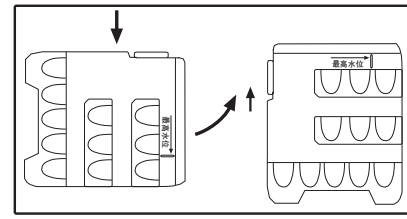

图2
- 打开冰盒盖, 将冰盒按图2所示放置, 往冰盒里注水, 注意水位不要超过“最高水位”标志, 注意: 过量的注水会导致取冰困难。将冰盒按图2方向转90度, 静置, 直到水均匀流到椭圆的制冰区内, 然后按取冰盒的逆序步骤, 将冰盒放回门衬内。